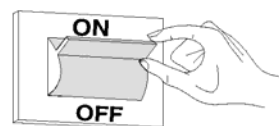

Fig. 4.1
- Установите главный выключатель системы в положение «включено» (рис. 4.1)